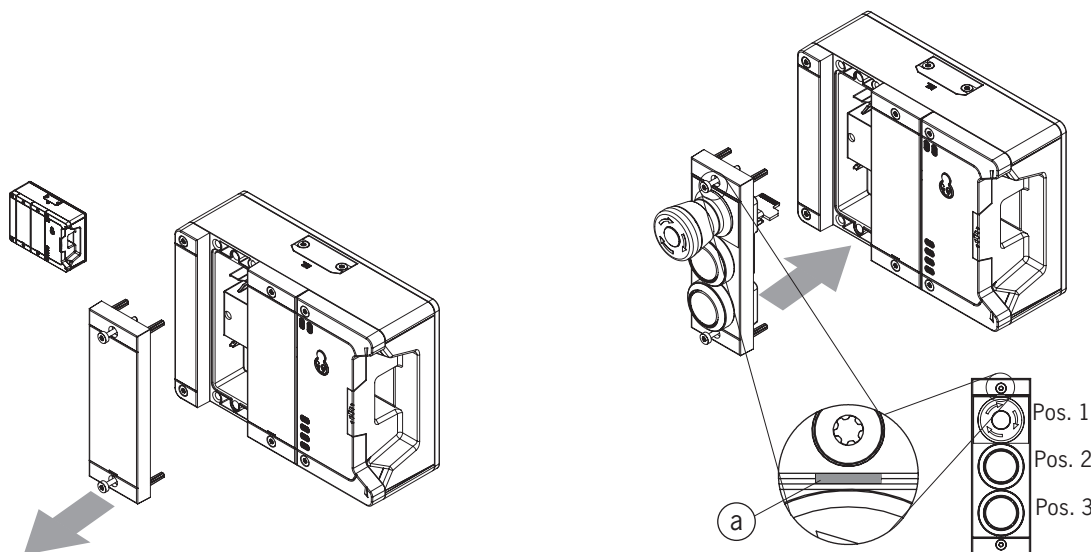

Fig. 10: Montaje de un submódulo
- ▶ Tenga en cuenta la orientación del submódulo. Véase la marca (a) en la Fig. 10: Montaje de un submódulo. Los submódulos también pueden instalarse girados 180°. La marca (a) siempre indica la primera posición de instalación, que en el ejemplo de abajo es la posición del dispositivo de parada de emergencia S1.